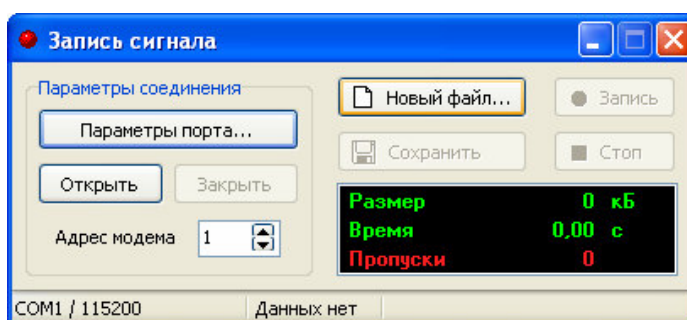

Рисунок 28 – Окно утилиты «Запись сигнала»
- запустить программу «Запись сигнала» recorder.exe (рисунок 28) из комплекта поставки модема;